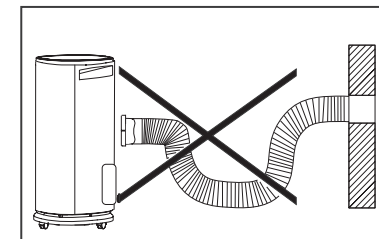

Рис. 12
- При подсоединении шланга-воздуховода и изменении его длины не допускайте провисаний и изгибов (см. рис. 12).